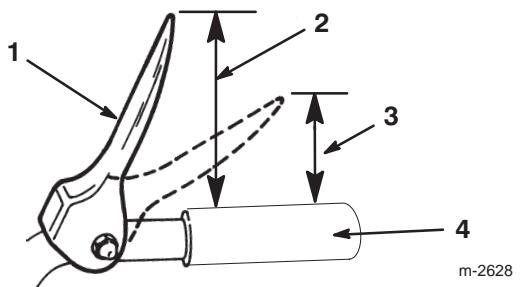

Bild 9
- Stellen Sie die Sicherungsbundmutter durch Drehen an der oberen Fahrantreibsstange nach oben oder unten so ein, dass der Abstand zwischen der Oberkante des Handgriffs und der Unterkante des Fahrantreibshebels wie in Bild 9 circa 13 cm beträgt.
Hinweis: Die Einstellung ist korrekt, wenn sich die Räder nicht mehr rückwärts drehen und der Abstand zwischen der Oberkante des Handgriffs und der Unterkante des Fahrantreibshebels wie in Bild 9 7 bis 10 cm beträgt.